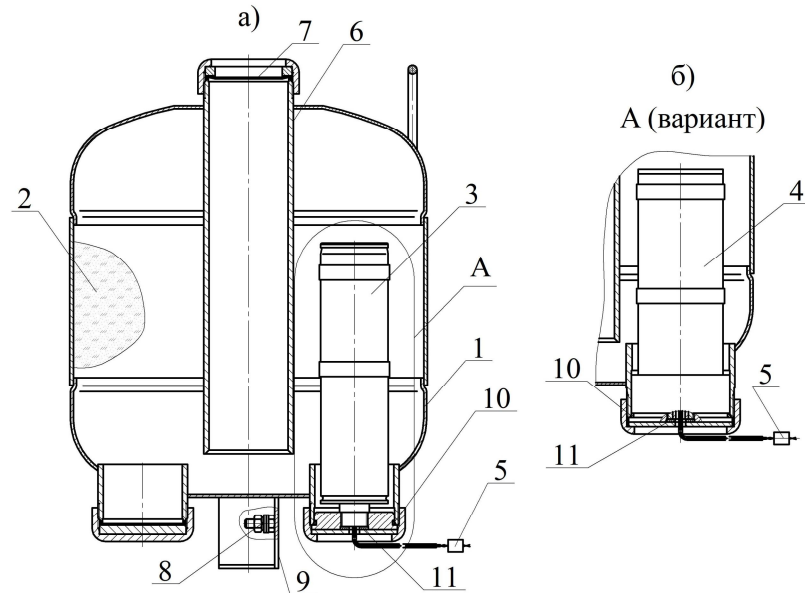

Рисунок 1
4.1.1 МПП (см. рисунок 1) состоит из корпуса 1, в котором размещаются огнетушащий порошок (ОП) 2 и источник холодного газа (ИХГ) 3 или 4 с элементом электропусковым 5. ИХГ 3 предназначен для МПП(Н)-10 и МПП(Н-Т)-10, ИХГ 4 - для МПП(Н-Т1)-10. В верхней части корпуса находится насадок-распылитель 6, который также выполняет функцию сифонной трубки при выпуске ОП из корпуса. Выходное отверстие насадка - распылителя перекрыто мембраной 7. Модуль имеет заземляющий зажим 8.
7.3 Комплект поставки для перезарядки МПП(Н)-10, МПП(Н-Т)-10 (см. рисунок 1):